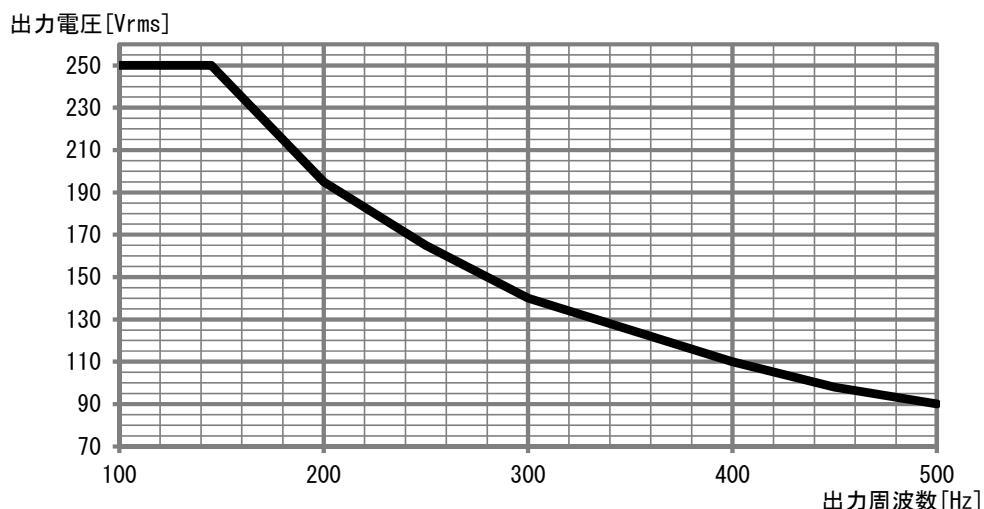

図 3-3 出力周波数と出力電圧
- 本器の電圧出力スルーレートは約 300 V/ms（定格純抵抗負荷時）です。周波数モードを内部可変などにして出力周波数を 100 Hz 以上の設定にした場合、ひずみ率 1.0 % 以下となる出力電圧はおおよそ図 3-3 のライン以下となります。